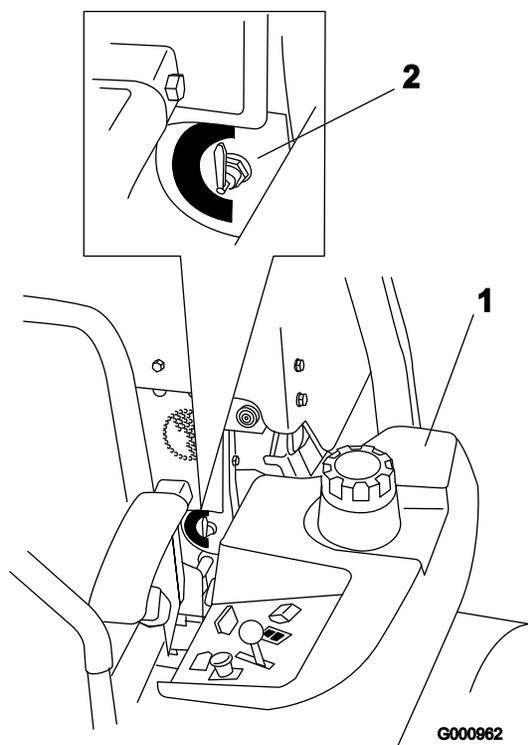

Figura 6
La unidad tiene dos depósitos de combustible. Un depósito está en el lado izquierdo y el otro está en el lado derecho. Cada depósito está conectado a la válvula selector de combustible. Desde allí, un tubo de combustible común va al motor (Figura 6).
Para utilizar el depósito de combustible del lado izquierdo, gire la válvula selector de combustible a la posición de la izquierda (LH). Para utilizar el depósito de combustible del lado derecho, gire la válvula selector de combustible a la posición de la derecha (RH) (Figura 6).